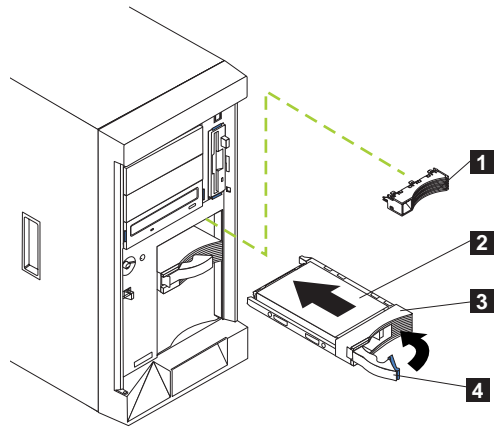
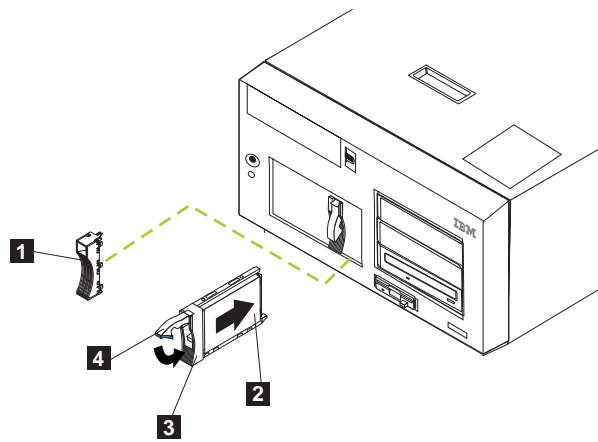

图 57. 在热交换驱动器托架中更换硬盘驱动器（型号 25T）
图 58. 在热交换驱动器托架中更换硬盘驱动器（具有机架安装转换功能的型号 25T）
5. 将替换热交换硬盘驱动器安装在热交换驱动器托架中（参见第 73 页的图 57 和第 73 页的图 58）：